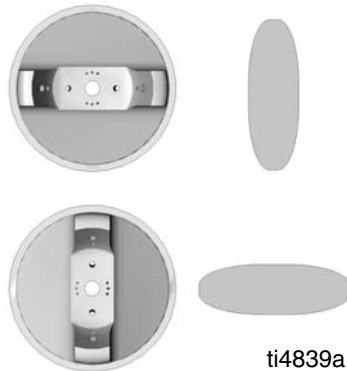

FIG. 2
1. Faire tourner le chapeau d'air pour réaliser la forme de jet souhaitée. Voir FIG. 2.